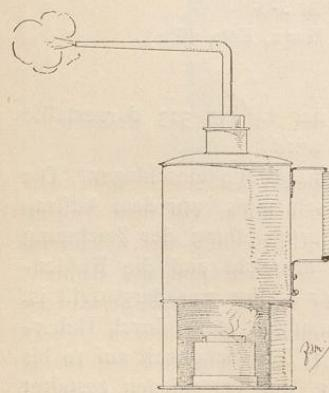
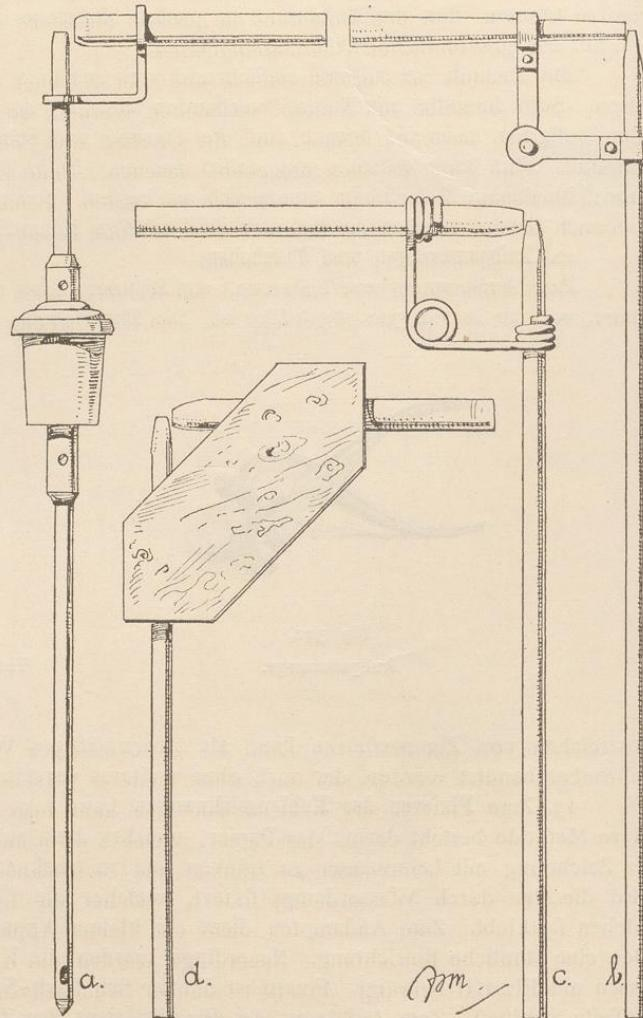

Fig. 324.
Fig. 325.
13. Zum Fixieren der Kohlenzeichnungen kann man verschiedene Wege einschlagen. Die ältere Methode besteht darin, das Papier, welches dann aufgespannt sein muß, vor dem Auftrag der Zeichnung mit Leimwasser zu tränken und zu trocknen. Nach Fertigstellung der Zeichnung wird dieselbe durch Wasserdampf fixiert, welcher die Leimschicht erweicht und die Kohlenpartikel festklebt. Zum Andampfen dient ein kleiner Apparat, wie er in Fig. 324 dargestellt ist oder eine ähnliche Einrichtung. Neuerdings werden die Kohlenzeichnungen meist durch Ueberblasen mit Fixativ befestigt. Fixativ ist dünner Schellack-Spirituslack (1 Teil Schellack auf 10 bis 20 Teile Spiritus). Zum Aufblasen des Fixatifs dient der Zerstäuber, der verschieden gestaltet sein kann. Das Mundverfahren ist das einfachste; die in die Fixatifflasche einzuführende Vorrichtung zeigt Fig. 325 in mehreren Ausführungen. In a und b sind die käuflichen Formen gegeben; in c und d ist dargestellt, wie man die Apparate selbst herstellen kann, indem man Glasröhren über der Gasflamme in Spitzen zieht und dieselben durch einen Kork steckt oder durch Draht verbindet. Wichtig ist dabei die richtige Stellung der Spitzen zu einander, sonst „thut es nicht“.